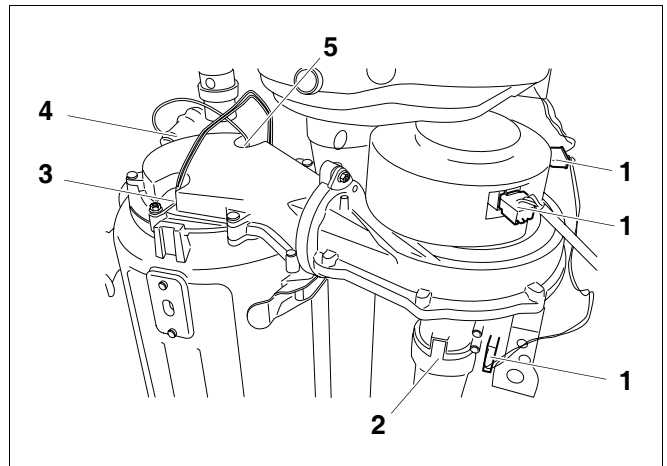

Abb. 45 Steckverbindungen, Gebläse und Gasarmatur
- Steckverbindungen (Abb. 45, **Pos. 1**) von Gebläse und Gasarmatur abziehen.
- Luftansaugrohr (Abb. 45, **Pos. 2**) demontieren.
- Steckverbindungen von Glühzünder (Abb. 45, **Pos. 3**) und Ionisationselektrode (Abb. 45, **Pos. 4**) abziehen.
- Steckverbindungen von Glühzünder (Abb. 45, **Pos. 3**), Brennerthermostat (Abb. 45, **Pos. 4**) und Ionisationselektrode (Abb. 45, **Pos. 5**) abziehen.